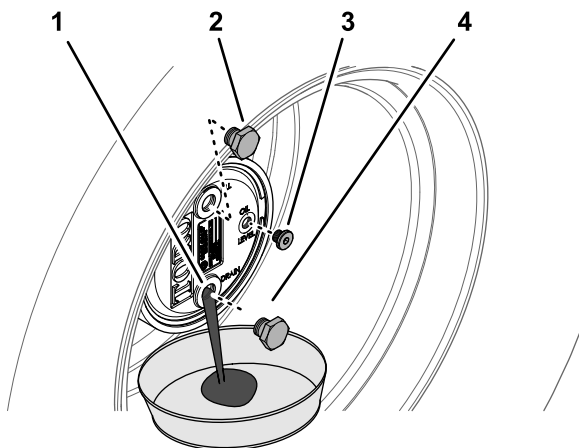

Рисунок 106
2. Снимите пробку заливного отверстия, расположенную в положении «12 часов», и пробку контрольного отверстия, расположенную в положении «3 часа» (Рисунок 106).
- Подставьте сливной поддон под ступицу планетарной передачи, снимите пробку сливного отверстия, расположенную в положении «6 часов», и дайте маслу полностью стечь (Рисунок 106).
- Установите пробку сливного отверстия в сливное отверстие корпуса планетарного редуктора (Рисунок 106).